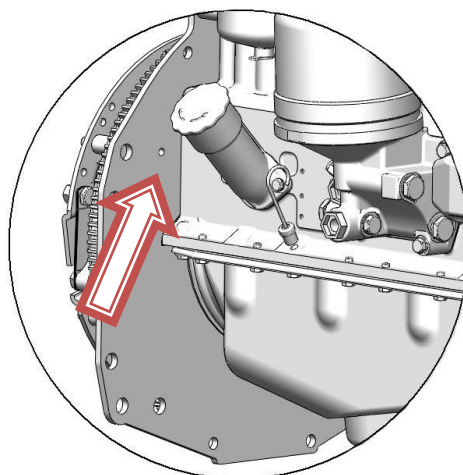

Рисунок 36 – Место установки фиксатора
– выверните фиксатор (место установки рисунок 36) из резьбового отверстия заднего листа и вставьте его обратной стороной в то же отверстие до упора в маховик, при этом фиксатор должен совпадать с отверстием в маховике (это значит, что поршень первого цилиндра установлен в положение, соответствующее установочному углу опережения впрыска топлива, указанному в таблице 17)